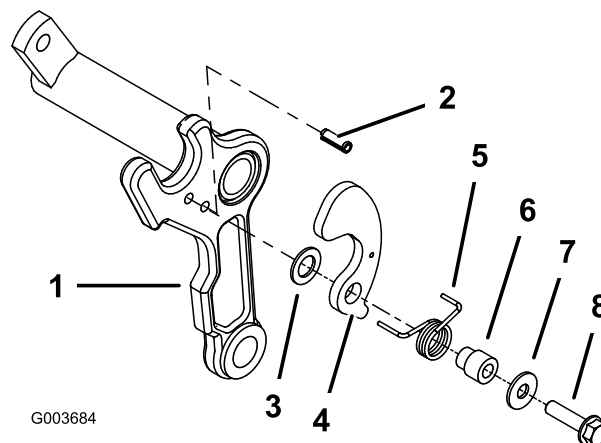

Рисунок 4
- Вставьте цилиндрический штифт в нижнее отверстие на соответствующей стороне каждой несущей рамы режущего блока (Рисунок 4). Конiec цилиндрического штифта должен быть заподлицо с внутренней стороной несущей рамы.
шайбу (0,344 x 0,875) и болт (5/16 x 1-1/4 дюйма) (Рисунок 4).